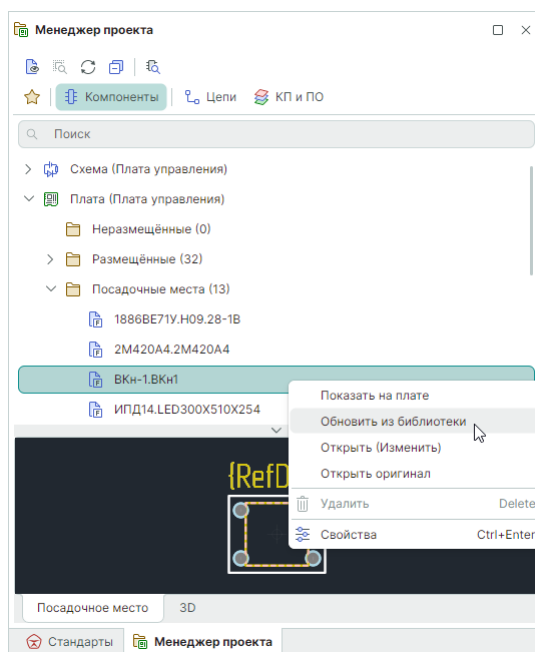

Рис. 162 Приведение посадочного места в соответствие с библиотекой ЭРИ
2. Вызовите контекстное меню и воспользуйтесь пунктом «Обновить из библиотеки», см. Рис. 162.